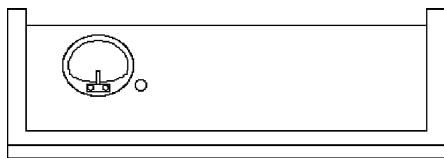

图 5-8 绘制洗脸盆
(2) 用第 2.2.8 节的方法绘制洗脸盆，绘制结果如图 5-8 所示。
(3) 单击“默认”选项卡“修改”面板中的“复制”按钮, 复制图形, 命令行提示与操作如下: